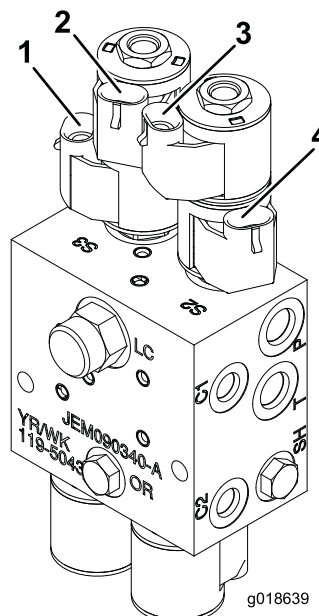

Рисунок 19
8. Подключите соединители, промаркированные надписями Left Boom/Up («Поднять левую стрелу») и Left Boom/Down («Опустить левую стрелу»), расположенные на жгуте проводов, к соленоидным клапанам блока гидравлического коллектора (см. Рисунок 19).